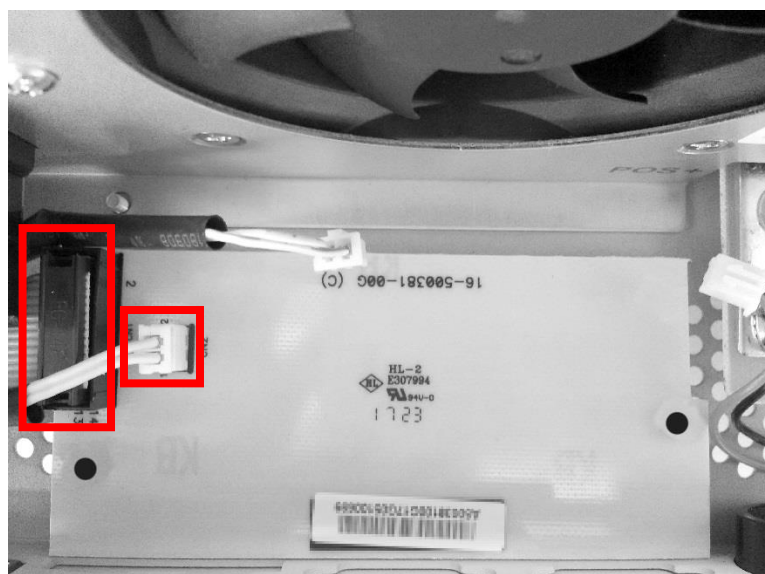

Abbildung 5: Stecker auf beiger Platine entfernen
- Lösen Sie die beiden Kabelstecker (14-Pin und 2-Pin) von der beige Platine, wie in *Abb. 5* gezeigt. Achten Sie darauf, sie vorher zu markieren, damit sie später wieder richtig zusammengesetzt werden können.